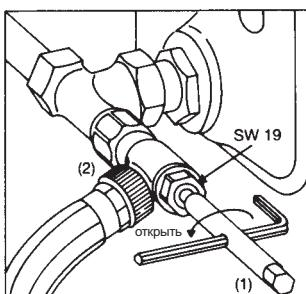

Рис. 6
- 3.4 Инструмент для заполнения и слива (2) накрутить на „Combi 4/3“ и закрепить шланг (рис. 6).
- 3.5 Открыть воздухоспускную пробку на отопительном приборе. Вставить шестигранный ключ SW 10 (1) в инструмент для заполнения и слива (2) и поворотом влево слить прибор (рис. 6).